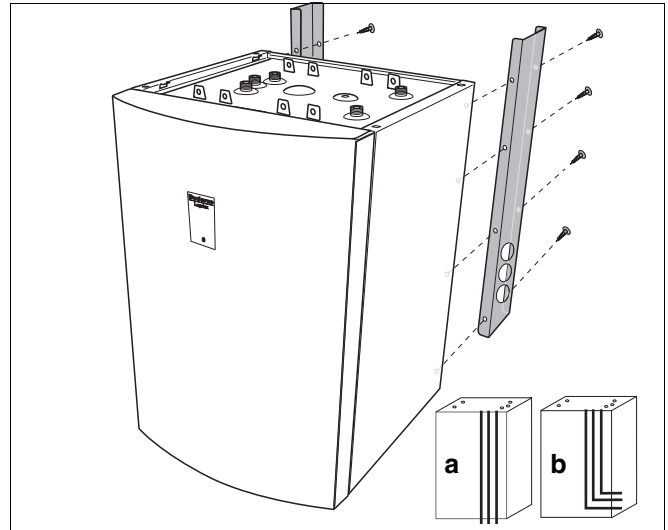

Abb. 7 Seitliche Abdeckung montieren
Aufputzmontage (Abb. 7, **Pos. a**):
Aufputzmontage (Abb. 7, **Pos. b**):
- Schrauben mit der Hand leicht einschrauben und durch die Montagebohrungen mit einem Schraubendreher anziehen (Abb. 7).